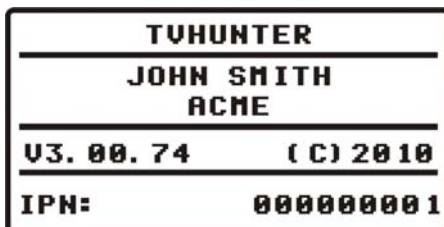

Figure 3.- Nom de l'appareil (TVHUNTER), nom de l'utilisateur (JOHN SMITH), nom de la société (ACME) et version de firmware (v3.00.74.).
- 5.- On verra apparaître ensuite un écran indiquant le nom de l'appareil, le nom de l'entreprise et l'utilisateur (éditable à travers le logiciel) et la version de firmware (Figure 3.-).